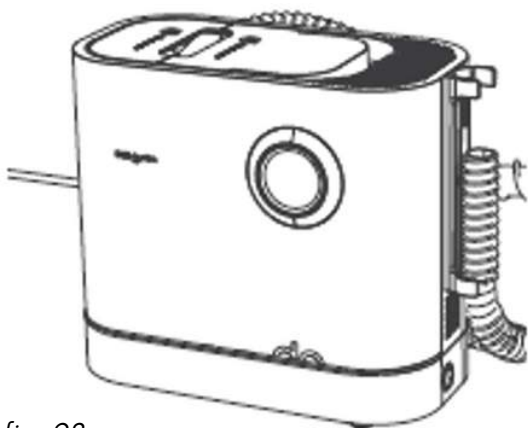

fig. 28
5. Nadat het ontkalken is voltooid, maakt u de schoonwatertank schoon en installeert u vervolgens de opzetborstel en het handvat van de borstel goed op hun plaats. Hierna kan het apparaat weer normaal worden gebruikt (zie fig.28).